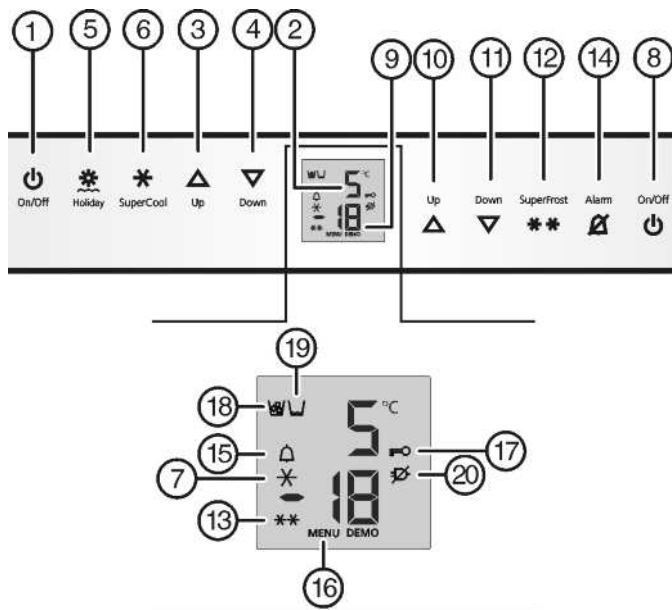

Fig. 2
- Нажмите кнопку On/Off морозильного отделения Fig. 2 (8).
- Нажмите кнопку On/Off холодильного отделения Fig. 2 (1).
- Активация режима настройки: удерживайте кнопку SuperFrost Fig. 2 (12) прилб. 5 секунд.
- ▷ Символ меню *Fig. 2 (16)* горит.
- ▶ Коротко нажмите кнопку SuperFrost *Fig. 2 (12)* для подтверждения.
- ▶ Для включения защиты от детей коротко нажмите клавишу SuperFrost *Fig. 2 (12)*.
- ▷ Символ "Защита от детей" *Fig. 2 (17)* горит. На индикации мигает **с**.
- ▶ Для выключения защиты от детей коротко нажмите клавишу SuperFrost *Fig. 2 (12)*.
- ▷ Символ защиты от детей *Fig. 2 (17)* гаснет. На индикации мигает **с**.
- ▶ Выход из режима настройки: нажмите кнопку On/Off морозильного отделения *Fig. 2 (8)*.
- ▶ Нажмите кнопку Alarm *Fig. 2 (14)*.
Одновременно мигает индикация температуры и символ тревоги *Fig. 2 (15)*.
Звуковой сигнал выключается автоматически, символ аварийного сигнала *Fig. 2 (15)* выключается и индикатор температуры перестает мигать, если температура снова становится достаточно низкой.